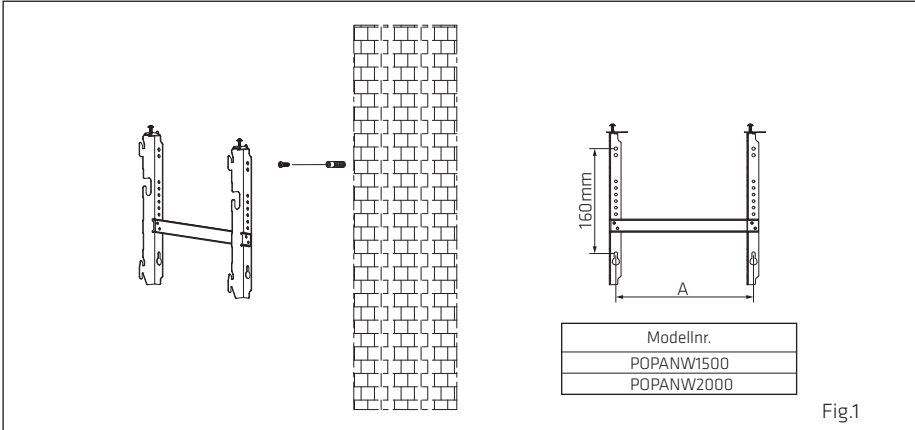

Fig.1
1. Välj en lämplig installationsplats för värmaren. Följ de minsta avstånden i alla riktningar (fig. 1). Demontera väggfästet genom att lossa skruven (skruva inte av, bara lossa) och dra ut metalldelarna ur hålet. Ta ut fästet genom att dra det nedåt.